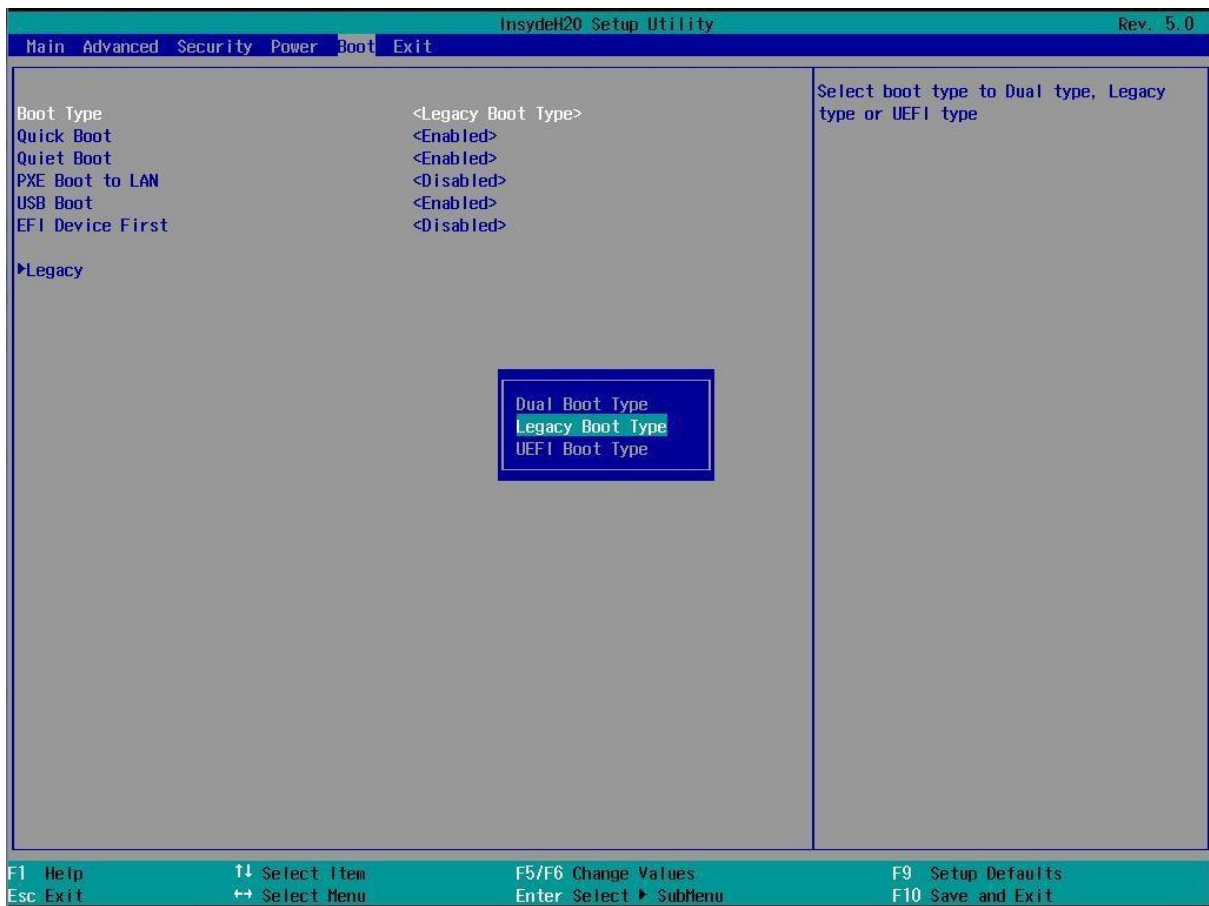

Рисунок 5. Настройка параметров загрузки
- Установите параметр «Boot type» в значение «Legacy Boot type», как показано на рисунке (см. Рисунок 5).